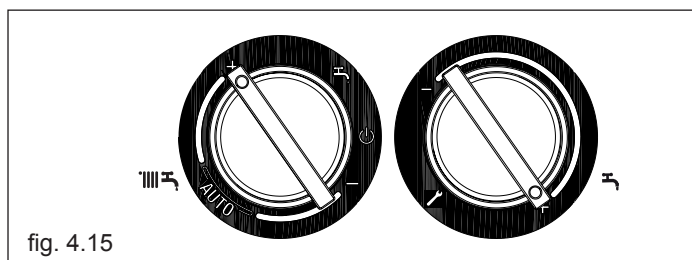

fig. 4.15
- portare il selettore temperatura acqua riscaldamento al valo massimo, selettore in corrispondenza del + (fig. 4.15).